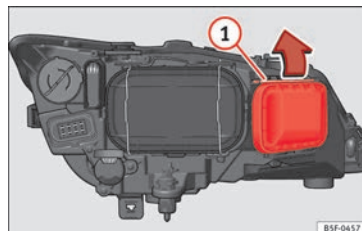

Fig. 106 Ampoule du clignotant.
- Déplacez le tirant » fig. 106 ① dans le sens de la flèche puis retirez le cache.